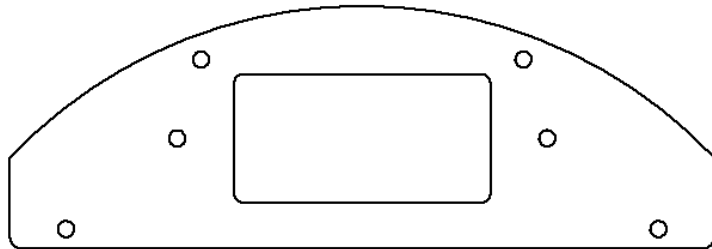
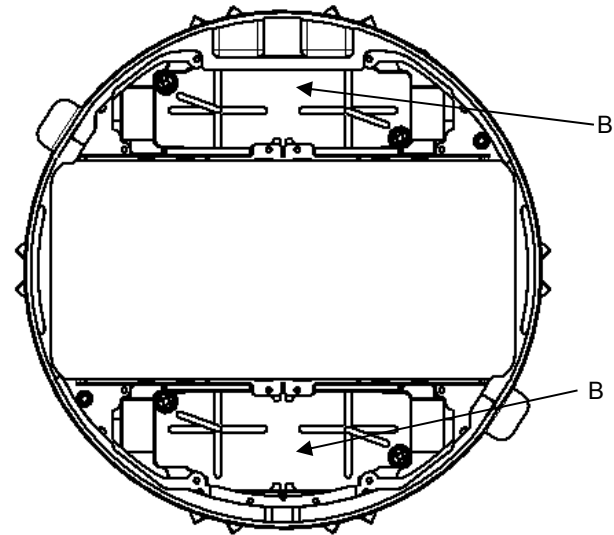

Fig. 8
Fig. 9
Install center plates S1R10CSPxxx series (Fig. 1-4) and perimeter plates S1R10PSPxxx (Fig. 8 & 10) series with #6-32 screws provided and torque to 6-10 in-lbs (0,7-1,1 Nm). To maintain fire classification, all cover plate openings must be covered with cover plates.
Monter les plaques centrales de la série S1R10CSPxxx (Fig. 1-4) et les plaques périphériques de la série S1R10PSPxxx (Fig. 8 et 10) avec les vis n° 6-32 fournies et serrer à un couple de 0,7-1,1 N•m. Pour maintenir la classification de tenue au feu, toutes les ouvertures doivent avoir un couvercle.
Las placas de cubierta de la serie S1R10xxx FRPT, compradas por separado, vienen en tres configuraciones: las placas de centro serie S1R10CSPxxx, las placas de perímetro tamaño completo serie S1R10PSPxxx y las placas de perímetro de mitad de tamaño serie S1R10PSPxxx. Al instalar las placas perimetrales de mitad de tamaño de la serie S1R10PSPxxx, el soporte perimetral S1R10PSPREPBRKT, comprado por separado, debe ser usado para mantener la clasificación de fuego. Algunos dispositivos se montan directamente a las placas y algunos dispositivos se montan directamente al soporte de montaje FRPT y las placas se utilizan como placas de cubierta. Instale las placas centrales serie S1R10CSPxxx (Fig. 1-4) y las placas perimetrales serie S1R10PSPxxx (Fig. 8 & 10) con los tornillos #6-32 suministrados y el par a 6-10 in-Libras (0,7-1,1 nm). Para mantener la clasificación del fuego, todas las aberturas de la placa de cubierta se deben cubrir con las placas de cubierta.
Install perimeter cover plates S1R10PSPxxx full size series in the areas (B) as shown in Fig. 9. One example of perimeter cover plate is shown in Fig. 8.
Monter les plaques périphériques plein format de la série S1R10PSPxxx dans les sections (B) de la Fig. 9. On trouvera un exemple de plaque périphérique à la Fig. 8.
Instale las placas de cobertura perimetral serie S1R10PSPxxx de tamaño completo en las áreas (B) como se muestra en la Fig. 9. En la Fig. 8 se muestra un ejemplo de la placa de cubierta perimetral.